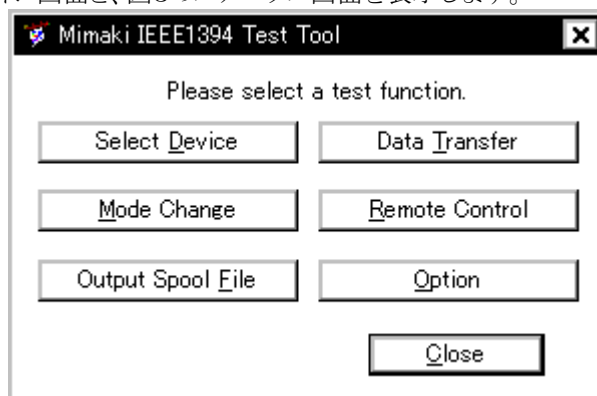

図2 メイン画面
2.3 次に、図2のメイン画面と、図3のステータス画面を表示します。